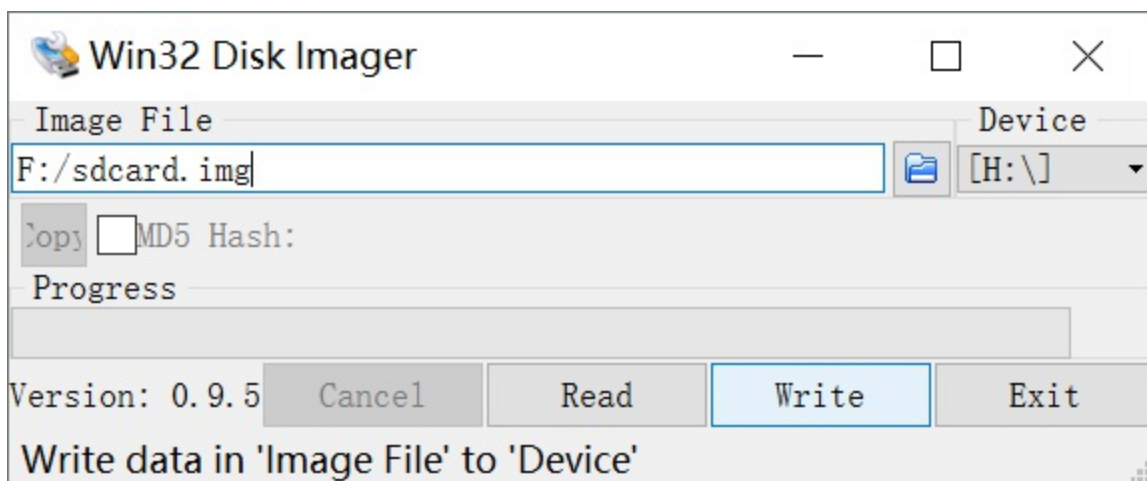

图6-1 使用win32diskimager烧写sdcard.img
- 使用win32diskimager.exe烧写sdcard.img到TF卡上，如图6-1所示。